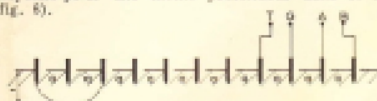

Fig. 6
- Comparaison de la variation de la résistivité moyenne pour une même profondeur dans le sol (Fig. 6).